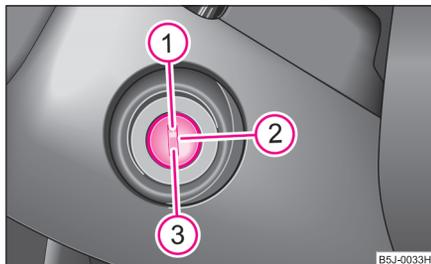

Abb. 101 Zündschloss-
- Den Motor schalten Sie durch Drehen des Zündschlüssels in Stellung  aus ⇒ Seite 91, Abb. 101.